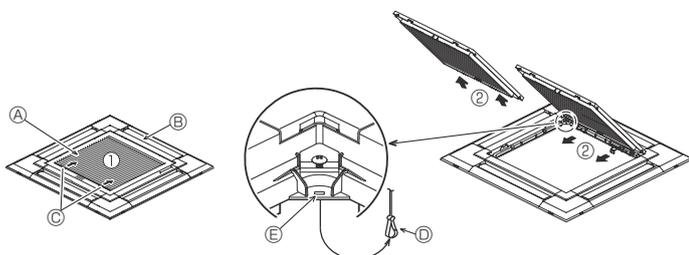
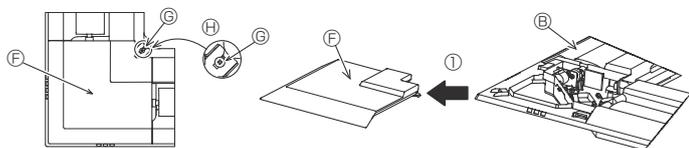

Fig. 9-3
Fig. 9-4
#### 9.2.1. Retrait de la grille d'admission (Fig. 9-3)
#### 9.2.2. Retrait du panneau en coin (Fig. 9-4)
- Dévissez les 4 vis de coin. Pour retirer le panneau, faites-le glisser dans le sens indiqué par la flèche ①.
- [Fig.9-3] [Fig.9-4]
- Ⓒ Grille ①